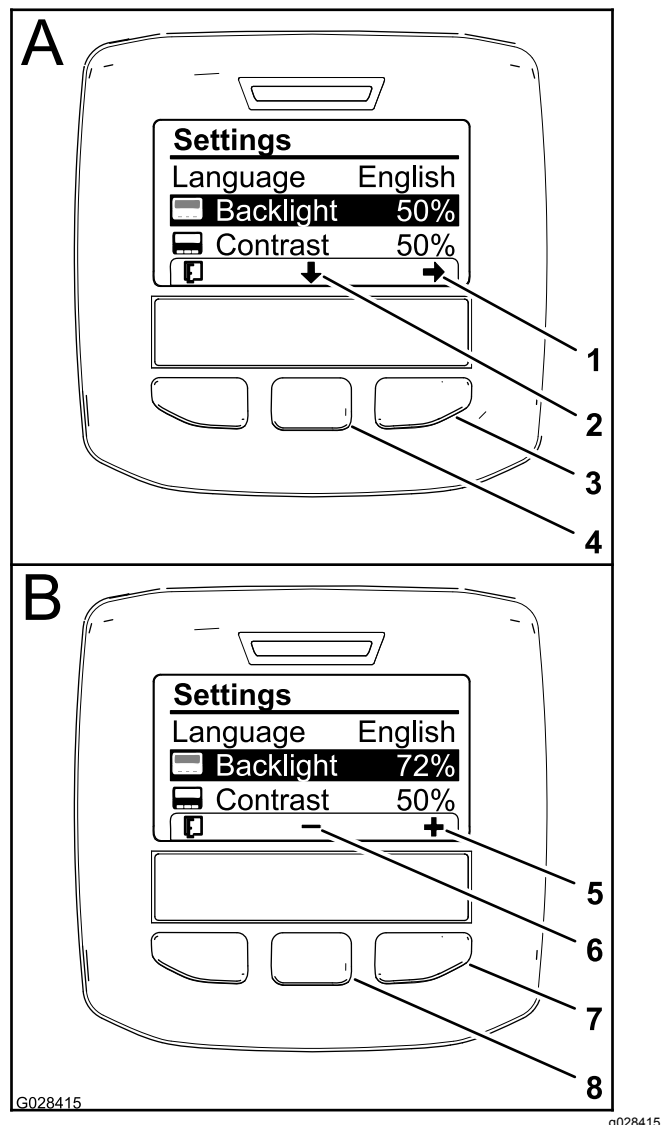

Bild 64
(die Taste unter dem nach unten zeigenden Symbol auf dem Display), um die ausgewählte Option nach unten zur Einstellung für die Rückbeleuchtung zu verschieben (Bild 64).
- Drücken Sie die rechte Auswahl Taste, um den Werteinstellungskontext anzuzeigen (Bild 64).
- Ändern Sie die Helligkeit des Displays mit der mittleren und rechten Auswahl Taste (Bild 64).
5. Drücken Sie die linke Auswahltaste (die Taste unter dem Listensymbol auf dem Display), um die Einstellung zu speichern, beenden das Menü „Rückbeleuchtung“ und gehen auf das Menü „Einstellungen“ (Bild 64) zurück.
6. Drücken Sie zum Einstellen des Kontrasts auf dem Display die mittlere Auswahltaste (die Taste unter dem nach unten zeigenden Symbol auf dem Display), um die ausgewählte Option nach unten zur Einstellung für den Kontrast zu verschieben (Bild 64).
7. Drücken Sie die rechte Auswahltaste, um den Werteinstellungskontext anzuzeigen (Bild 64).
8. Drücken Sie die linke Auswahltaste (die Taste unter dem Listensymbol auf dem Display), um die Einstellung zu speichern, beenden das Menü „Kontrast“ und gehen auf das Menü „Einstellungen“ (Bild 64) zurück.
9. Drücken Sie die linke Auswahltaste, um das Menü „Einstellungen“ zu beenden und das Hauptmenü anzuzeigen (Bild 62 und Bild 64).
10. Drücken Sie die linke Auswahltaste, um den Homebildschirm anzuzeigen (Bild 64).